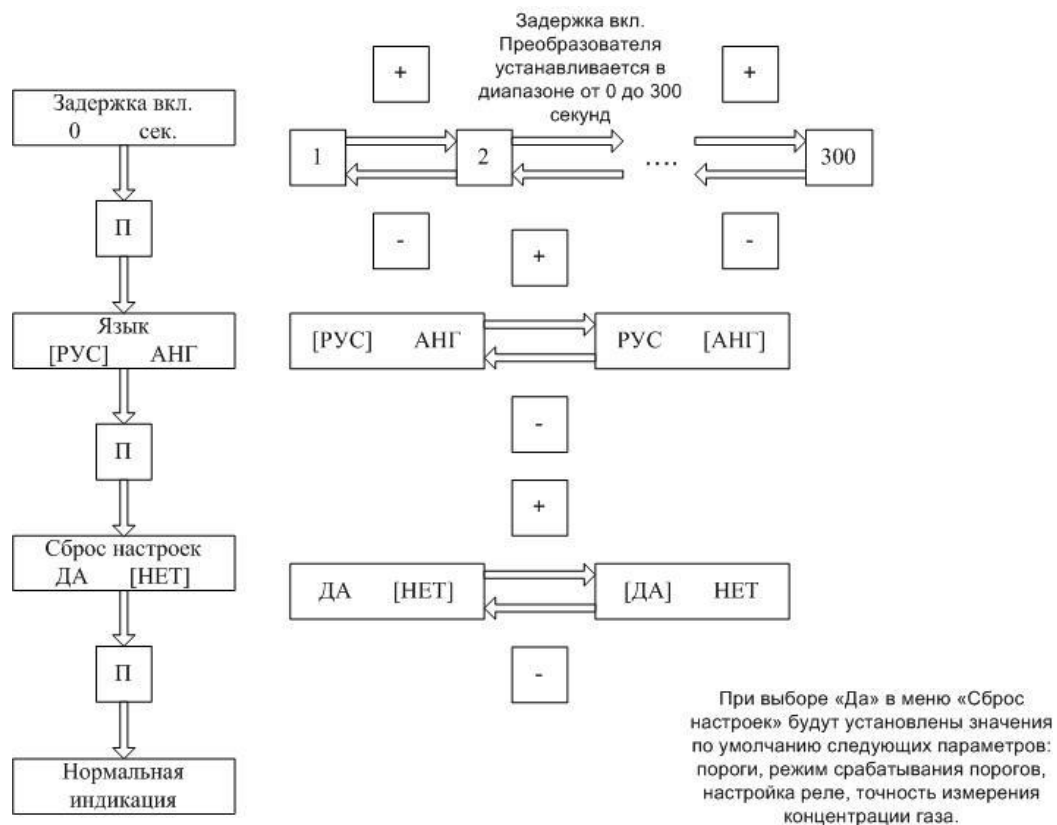
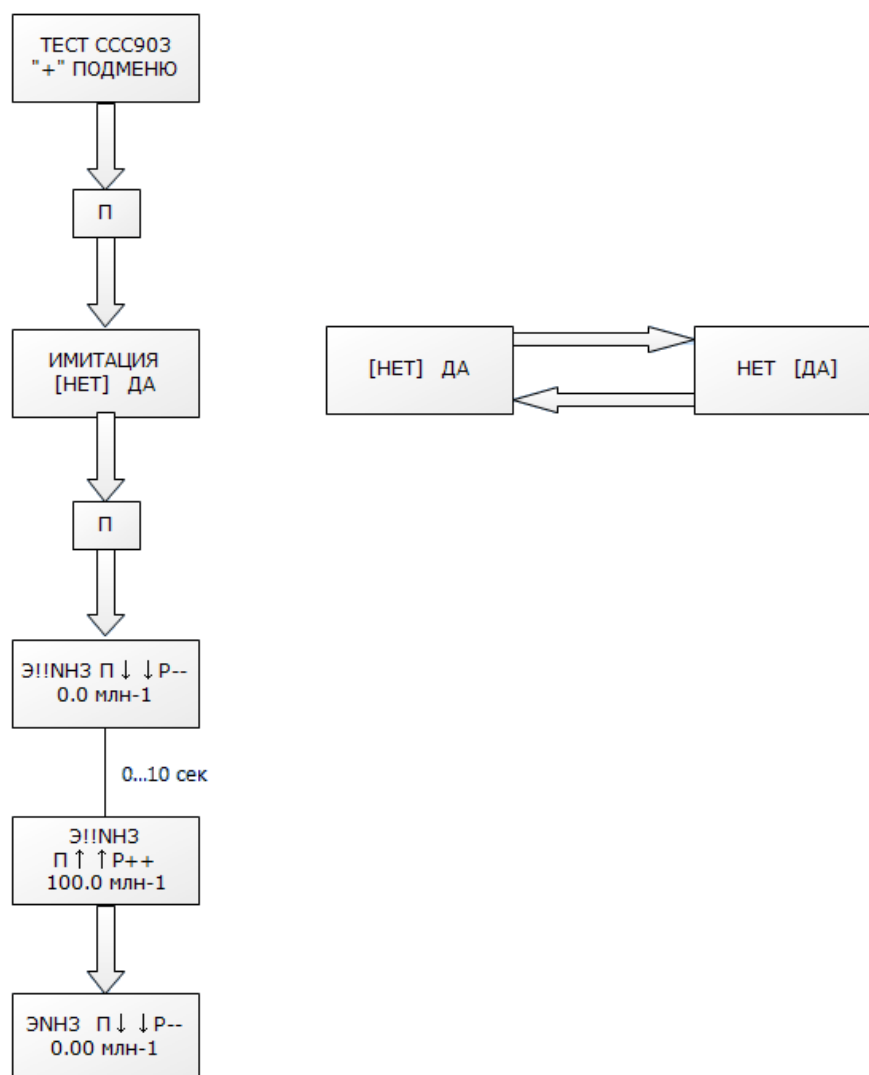

Рисунок 4 – Меню настройки газоанализатора
Рисунок 7 – Меню тестирования газоанализатора
6.6.6 Для тестирования работы и точности измерения газоанализатора ССС-903М19 необходимо выбрать меню «Тест ССС-903» (рисунок 4) после нажатия кнопки «+» попадаем в подменю (рисунок 7):